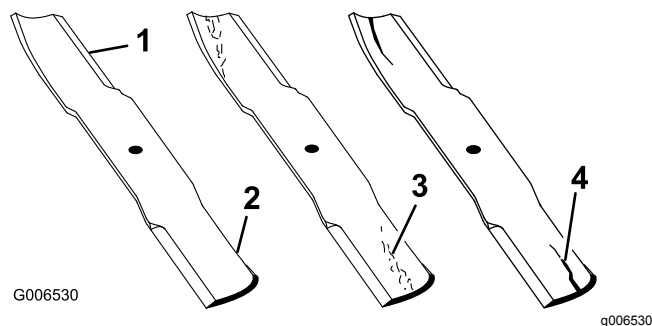

Figure 95
1. Examinez le tranchant des lames (Figure 95).
4. Remplacez immédiatement toute lame fendue, usée ou qui présente une entaille (Figure 95).